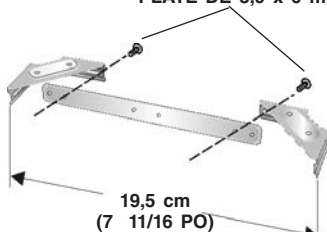

FIG. 7
1. Montez le support de montage du carneau en réglant la largeur extérieure comme indiqué. Fig. 7.